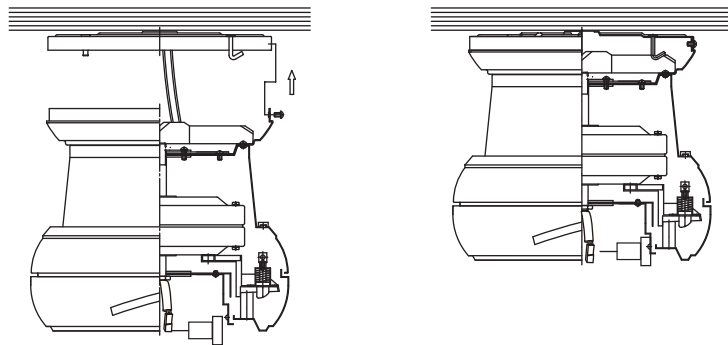

Fig. 5
Paso 1. (Fig. 5) Coloque el ensamblaje del motor sobre la abrazadera de montaje. Alinee los agujeros con los cuatro tornillos de la abrazadera de montaje. Afloje los dos tornillos que se alinean con los agujeros arranurados y quite los otros dos.
Paso 2. (Fig. 5) Coloque el ensamblaje del motor sobre los dos tornillos de la abrazadera de montaje que aflojo previamente, por medio de los agujeros arranurados.
Paso 3. (Fig. 5) Instale los dos tornillos que quito previamente y apriete bien los cuatro tornillos.